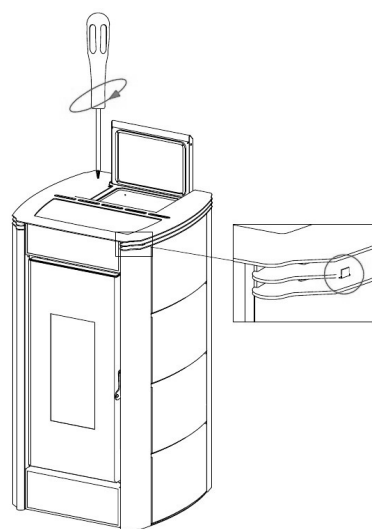

Fig. 36 - Namestite pokrov
- Pomaknite pokrov tako, da se zobci ujemajo (gl. **Fig. 36**).